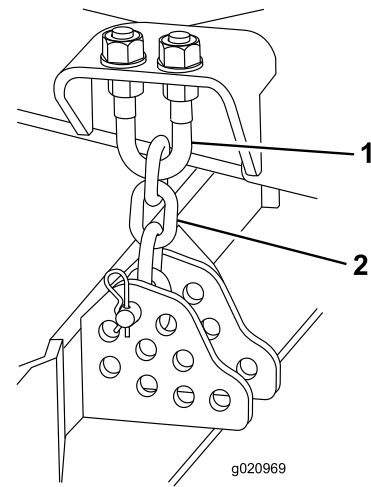

Figura 91
1. Afloje las contratueras de la parte superior o inferior del perno en U de la cadena de altura de corte (Figura 91).